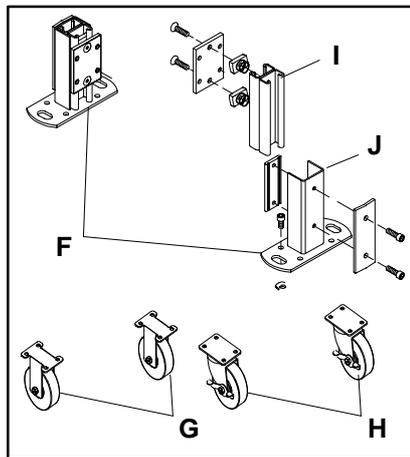

Figure 2: Pieds en acier de 152 mm & 203 mm de hauteur
### Pieds en acier (Figure 2)
Les pieds en acier sont disponibles avec des brides de fixation permanentes au sol (F de la figure 2) ou en option avec des roulettes pivotantes à position fixe ou blocables rotatifs (G). Les ensembles de pieds en acier sont composés de plusieurs combinaisons de jambes différentes de longueurs variables (I), d'emboutis de longueurs différentes (J) et de barres de stabilisation (K) qui correspondent aux longueurs respectives des convoyeurs.